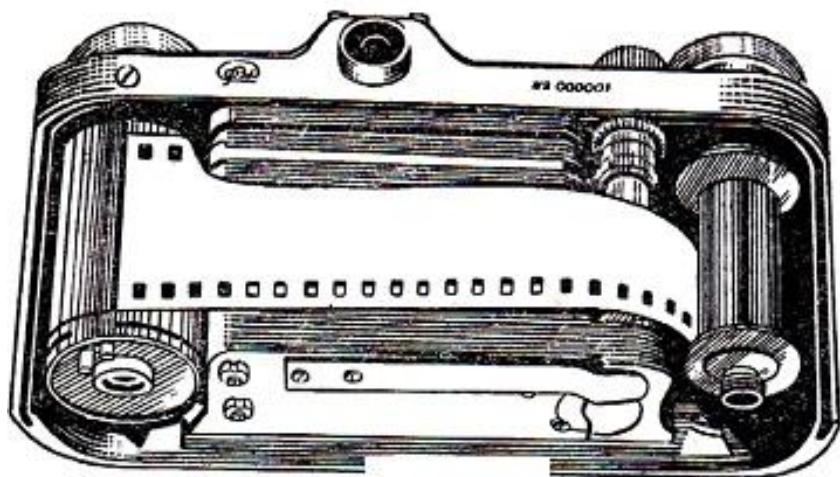

Рис. 9
При этом одновременно приемную катушку оденьте на втулку, установив пленку так, чтобы зубья ведущего барабана входили в перфорации пленки (см. рис. 9), для чего, удерживая заводную головку затвора (17), поверните головку приемной катушки по направлению намотки пленки.
5. Для подачи к кадровому окну незасвеченной пленки два раза заведите затвор, нажимая после каждого завода на спусковую кнопку (15). Головку завода затвора нужно вращать только по направлению стрелки, выгравированной на поверхности головки. При заводе затвора головку поворачивайте до отказа, но, не прилагая чрезмерных усилий.